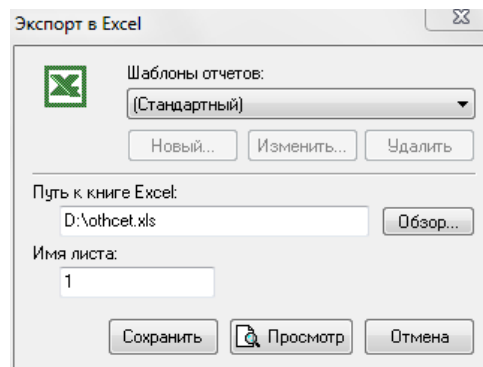

Рис.4.4
1. Нажмите кнопку  . Появится диалог экспорта в MS Excel. (рис.4.4).